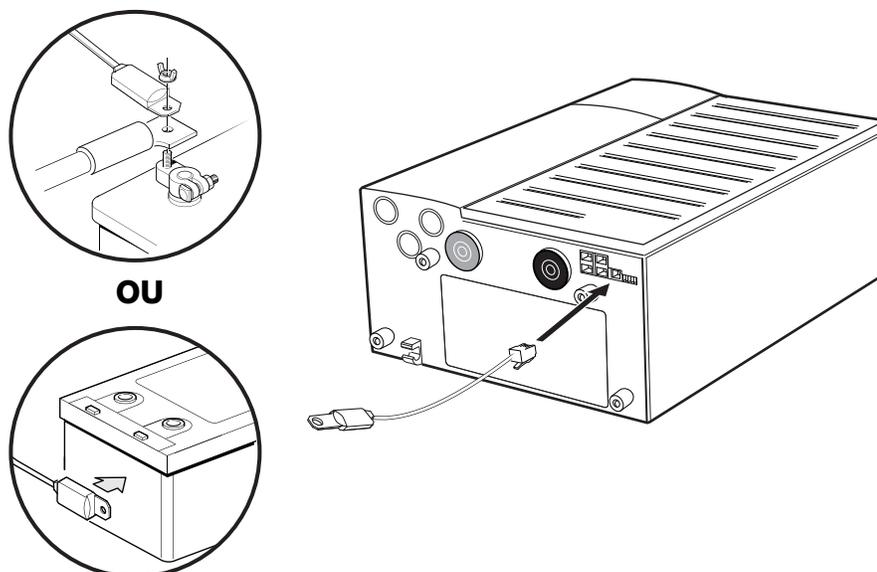

Figure 3-6 Installation du capteur de température de batterie
2. Acheminez le câble du BTS jusqu'au compartiment des batteries et connectez le BTS en procédant selon l'une des méthodes suivantes (comme illustré à la Figure 3-6 à la page 3-11):